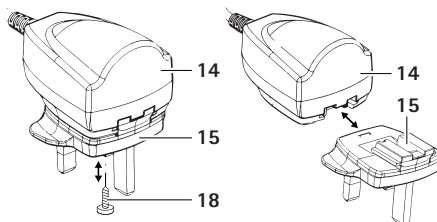

Fig. 3
- Lossa fixeringsskruv 18 i adapter 15, se Fig. 3.
- Skjut adapter 15 på nät del 14 tills låsanordningen 16 snäpper fast,, se Fig. 3